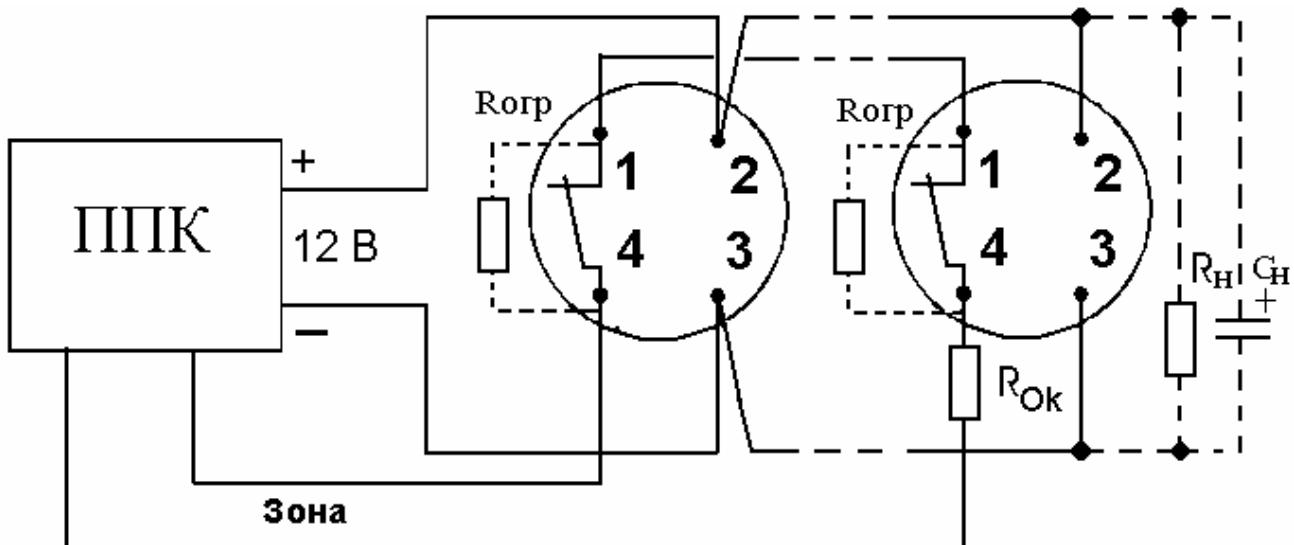
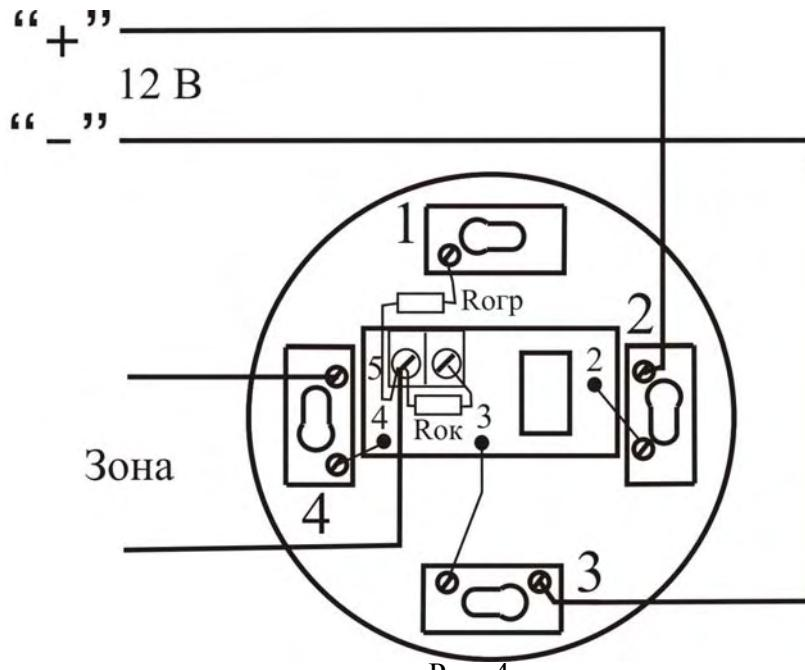

Рис. 1
Рис. 4
2.10 Сопротивление разомкнутых контактов реле	в зависимости от Рогр (см рис.1)
3.2 При условии специального заказа возможна поставка извещателей с установленными резисторами (Рогр см. рис. 1) заданного сопротивления параллельно нормальному-замкнутым контактам реле.
6.6 Схемы подключения извещателей к ППК с различными ШС приведены на рис. 1 – рис. 4.